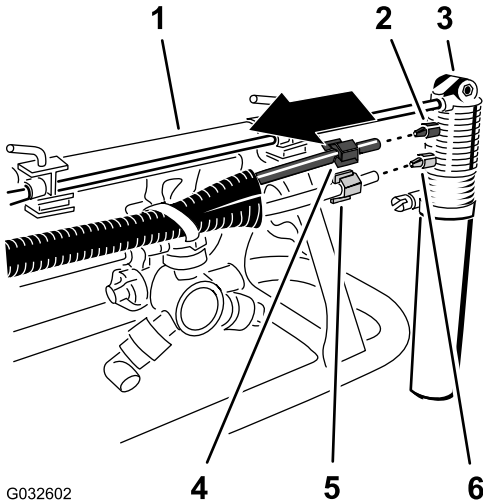

图 26
2. 在泡沫标记喷嘴处拧松将蓝色管供水固定至泡沫标记喷嘴蓝色压紧接头的压紧螺母图 26。
3. 拧松将透明管子空气固定至泡沫标记喷嘴白色压紧接头的压紧螺母图 26。
5. 拆下管子两端的压紧螺母图 26。